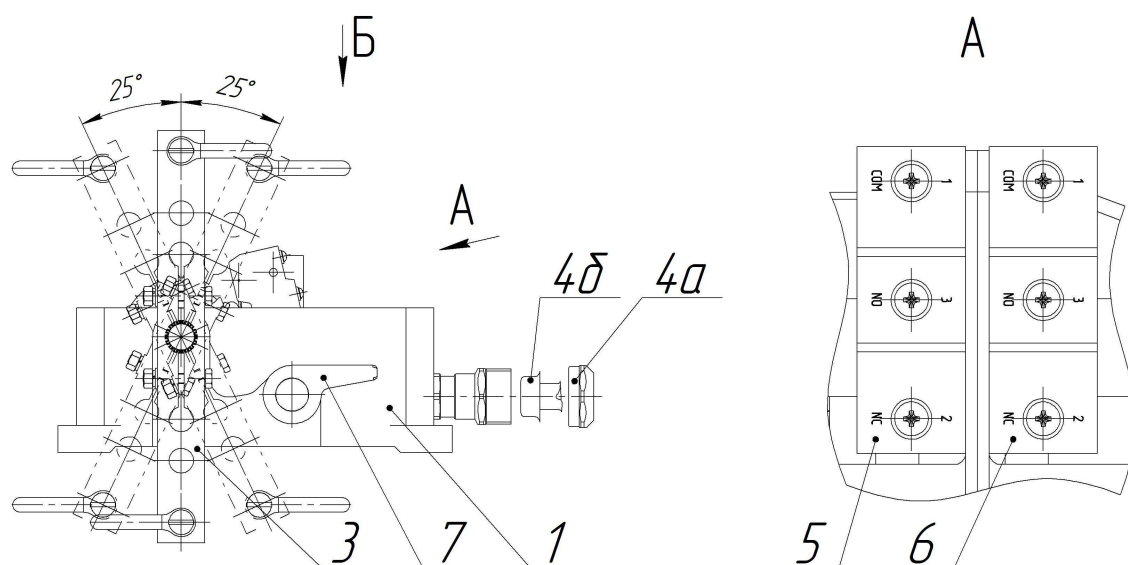

Рис.1
Выключатель АТВ-0206 (поз.1, Рис.1) оснащён коромыслом (поз.3), предназначенным для присоединения тросов. Монтаж выключателя, присоединение и натяжение тросов производятся в соответствии с инструкциями, приведёнными в разделе 7.
7.6.1. Снять крышку (поз.2) (Рис.1).
7.6.2. Отвернув накидную гайку (поз.4а) (Рис.1) гермоввода, надеть её на металлорукав.
7.6.3. Оконцеватель металлорукава (поз.4б) (Рис.1) ввернуть в металлорукав.